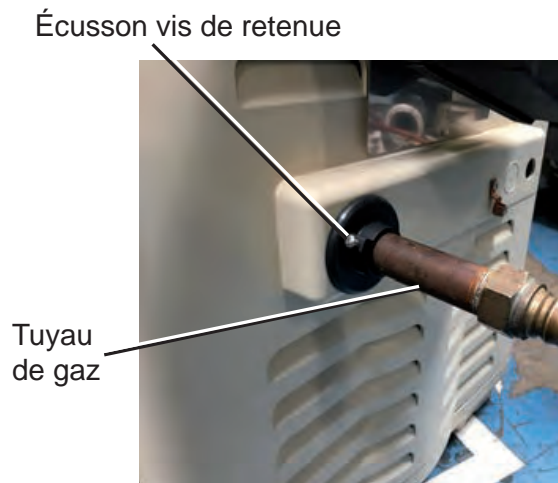

Figure 1. Écusson installé sur la conduite de gaz. Assurez-vous que l'écusson couvre l'ouverture circulaire du panneau de chauffage.
1. Placez l'écusson de la conduite de gaz sur la conduite de gaz, voir la figure 1